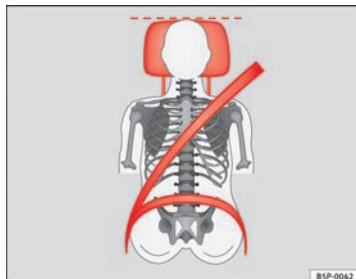
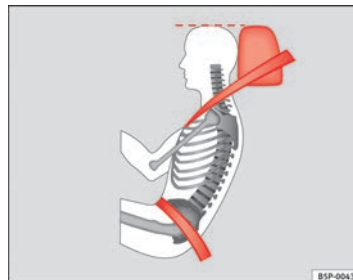

Abb. 68 Von vorne betrachtet: richtig eingestellte Kopfstütze und korrekter Gurtverlauf
Abb. 69 Von der Seite betrachtet: richtig eingestellte Kopfstütze und korrekter Gurtbandverlauf
- Die Kopfstützen so einstellen, dass sich die Oberkante der Kopfstütze möglichst auf einer Linie mit dem oberen Teil Ihres Kopfes, aber mindestens auf Augenhöhe befindet ⇒ Abb. 68 und ⇒ Abb. 69.